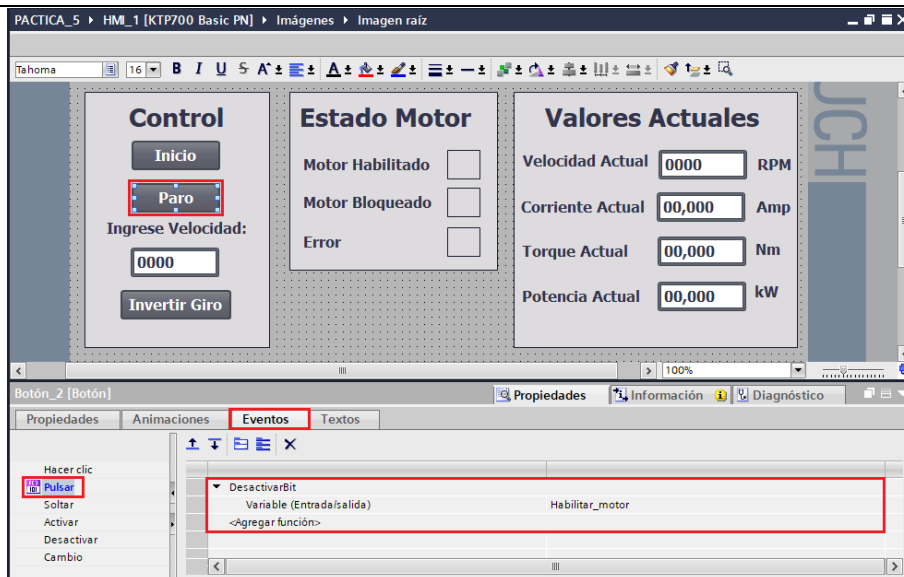

Figura 34: Configuración botón Paro.
- En “Variable (Entrada/Salida)” escoger la variable del PLC_1 “Habilitar_motor” (ver Figura 34).